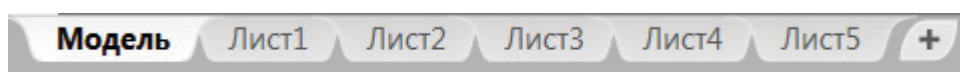

Рис. 2.3.2. Создание новых листов и их переименование
4. Создадим три новых вкладки Лист3, Лист4, Лист5 щелчком по кнопке плюс справа от Лист2 (рис. 2.3.2).